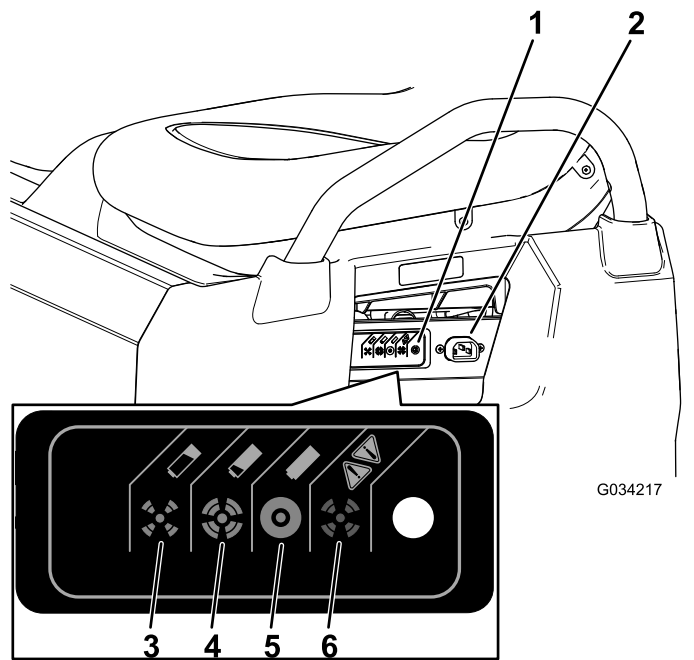

图 37
3. 将16号或更大直径、2.5m或更短的充电器线连接到机器的充电插座 图 37。
请参阅下表和 图 37 了解有关充电器状态指示灯不同颜色含义的信息。